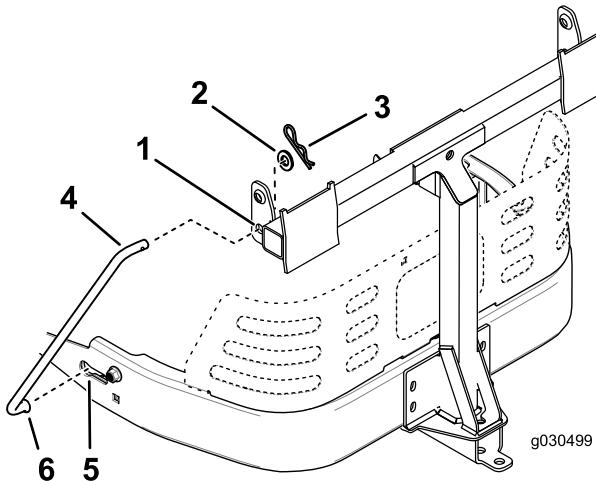

Figure 18
| 4. Placez une extrémité évasée d'une tige dans l'encoche sur le côté gauche du cadre de la machine et glissez la tige vers l'arrière pour bien l'engager dans le cadre (Figure 18). | |
5. Insérez les extrémités coudées de la tige dans le support de fixation d'accessoire, comme montré à la Figure 18, et fixez-les avec une rondelle et une goupille fendue.